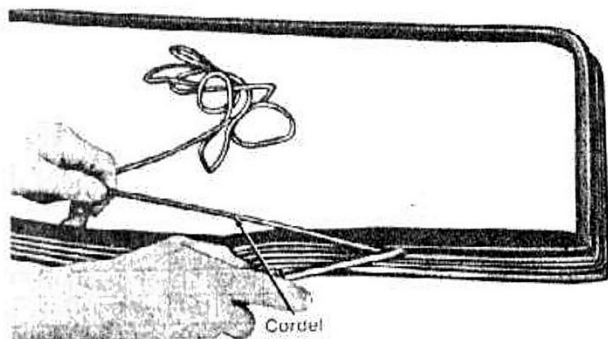

fig. 12 — instalação do cordel - típico
3. Posicionar a guarnição no vidro do pára-brisa e introduzir um cordel em toda a volta da guarnição, no sulco para a flange da carroceria (figs. 12 e 13), deixando um pedaço de sobre de 18" em cada extremidade do cordel, na parte inferior da guarnição. Prender as extremidades do cordel no pára-brisa, com uma fita adesiva.
4. Introduzir um cordel em toda a volta da guarnição (figs. 12 e 13), deixando um pedaço de sobre de 18" em cada extremidade do cordel, na parte inferior da guarnição. Prender as extremidades do cordel, no vidro, com uma fita adesiva.